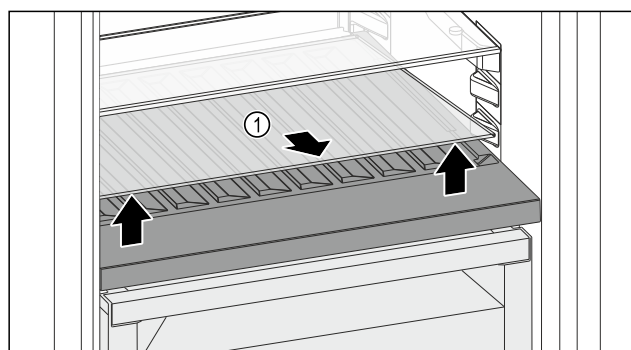

Fig. 84
- Soulever la plaque de verre Fig. 84 (1) au niveau de l'évidement avant et la retirer.
- Entreposer la plaque de verre Fig. 84 (1) dans un endroit sûr hors de l'appareil.